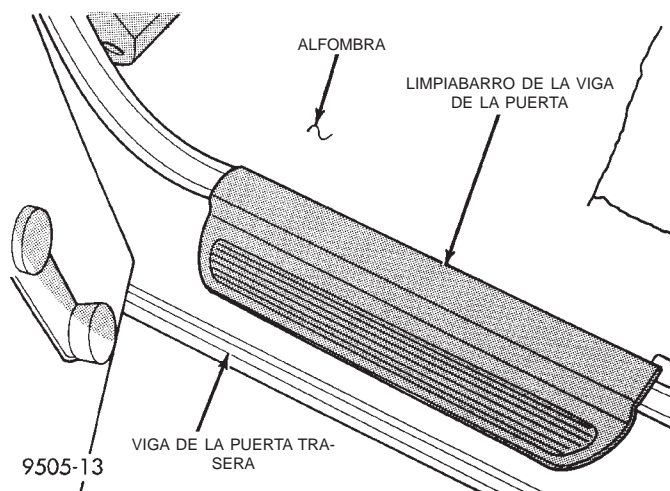

Fig. 141 Limpiabarro de la viga de la puerta trasera
(8) Retire el cojín del asiento trasero del vehículo.
(9) Retire los limpiabarro (Fig. 141) de las vigas de la puerta trasera derecha e izquierda. Los limpiabarro están fijados a las vigas de la puerta mediante collarines en la parte inferior de los limpiabarro. Haga presión **cuidadosamente** para retirar los collarines de retención del limpiabarro de las vigas de la puerta.